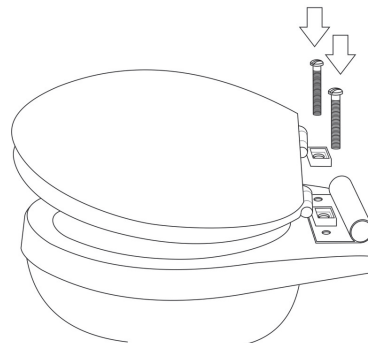

Figura 3
4. Coloque el soporte del armazón sobre el inodoro con el tubo en el soporte más cercano al tanque. Coloque el asiento del inodoro y cúbralo sobre el soporte del armazón y asegúrelo usando los tornillos como se mencionó en el paso 3. (Figura 3)